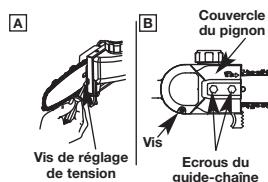

Fig. 8
- Desserrez les écrous jusqu'à ce qu'ils puissent être serrés à la main (Fig. 8, B).
- Tenir la tête du guide-chaîne vers le haut et utiliser un tournevis pour tourner la vis de réglage du guide-chaîne dans le sens des aiguilles d'une montre pour serrer la chaîne (Fig. 8, A). Tourner la vis dans le sens inverse des aiguilles d'une montre détend la chaîne sur le guide-chaîne.